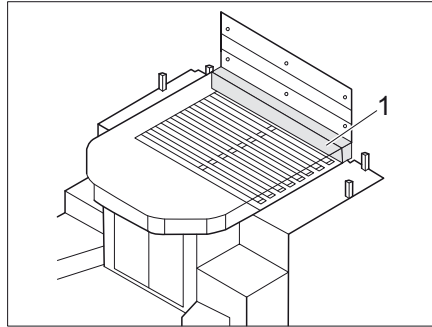

Bild 180 Sängförlängning – variant 1
- Lägg i den extra madrassen (Bild 180,1) från framsidan av Queen Size-sängen.